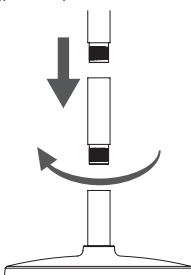

Рис. 3
- Установите средний сегмент опорной стойки на нижний, затем верхний сегмент на средний. Закрепите каждый сегмент прокрутив его по часовой стрелке до упора (рис. 3).